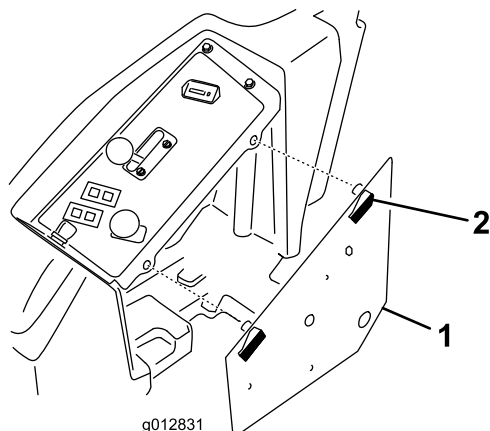

**Figura 21**
1. En el lado derecho de la máquina, monte 6 relés en el soporte usando 6 pernos ( $\frac{1}{4}$ " x  $\frac{1}{2}$ " ) y 6 contratueras ( $\frac{1}{4}$ " ), según se muestra en Figura 21.
3. Usando un perno ( $\frac{1}{4}$ " x  $\frac{3}{4}$ ") una tuerca ( $\frac{1}{4}$ " ), y el perno y la tuerca que acaba de retirar, monte el soporte de los relés en la máquina (Figura 21).